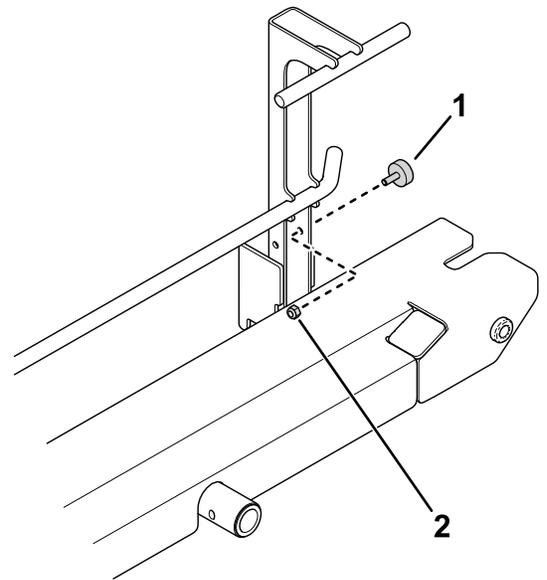

図 11
3. ナット1/4"を使用してバンパーをランプアセンブリに取り付ける 図 11。